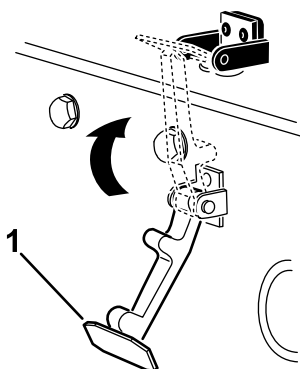

Bild 34
6. Haken Sie den Riegel in die Halterung des Motorhaubenriegels ein (**Bild 34**).